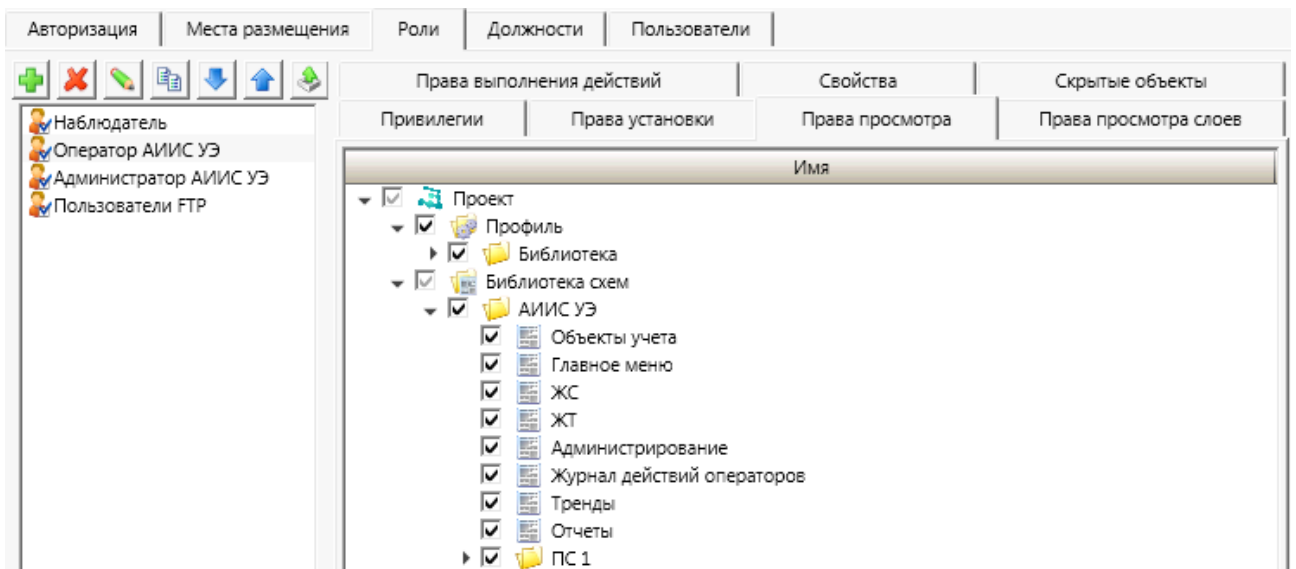

Рисунок 13 – Подраздел **Права просмотра**
3.3.3.3 Подраздел **Права просмотра** (рисунок 13) содержит настройки схем и шаблонов схем, доступных¹⁾ для просмотра на АРМ пользователями роли.